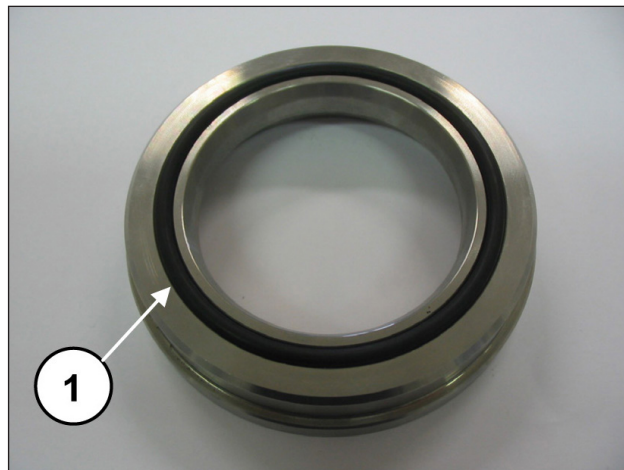

Fig. 198
Monter ensuite le joint torique (rep. ①, Fig. 198) sur l'anneau de tête presse-étoupe et l'installer dans le logement sur la tête.